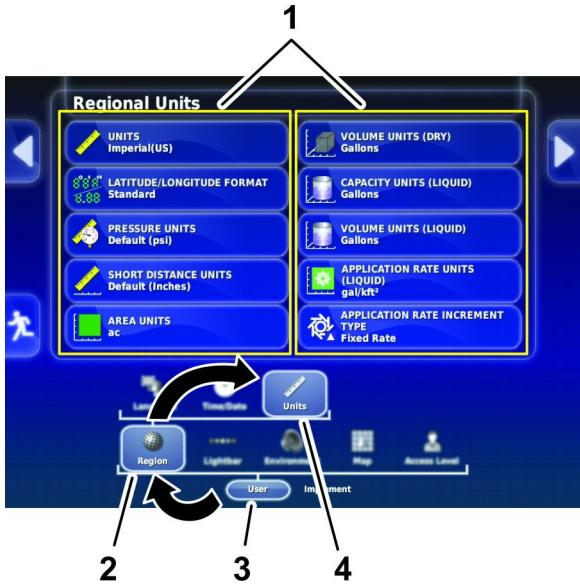

Figura 19
- Pulse el icono User (Usuario) (Figura 19).
- Pulse el icono Region (Región) (Figura 19).
- Pulse el icono Units (Unidades) (Figura 19).